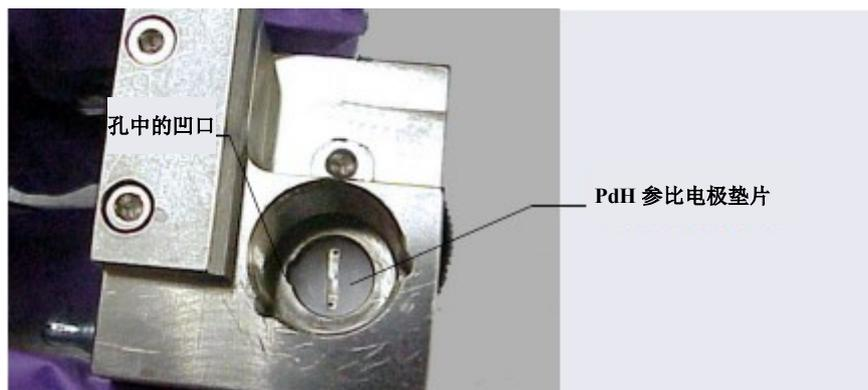

图 10-73. 拆除 PdH 参比电极垫片
4. 使用镊子，从电极孔上拆除 PdH 参比电极垫片（见图 10-73）。